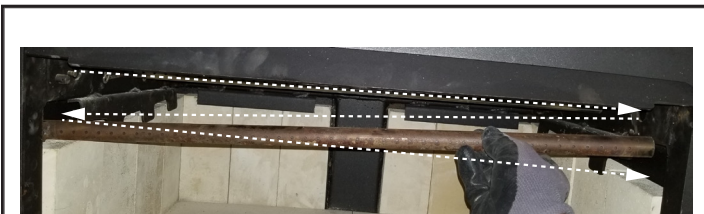

Figura 19 Extracción del tubo de aire delantero
- Remueva el tubo de aire deslizándolo hacia el espacio a la derecha, luego deslice el tubo hacia la izquierda y parcialmente hacia adelante, y finalmente remueva el tubo deslizándolo hacia la derecha y fuera de la cámara de combustión. En general, este patrón de movimiento parece una letra Z. Consulte la Figura 19.